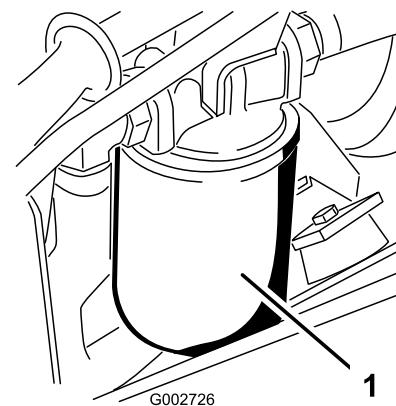

図 42
- 機体左側にある油圧オイルフィルタ図 42 の下に容器を置く。